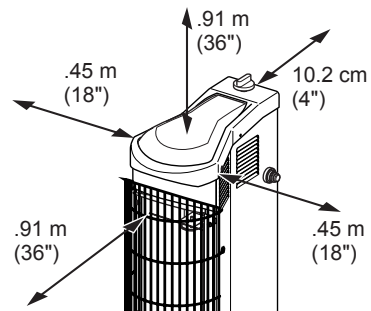

Figura 1. Distancias mínimas en relación a los combustibles
- La distancia mínima entre el calentador y los combustibles: parte posterior: 10,2 cm (4 pulgadas); laterales: 45,7 cm (18 pulgadas); partes superior y anterior: 91,4 cm (36 pulgadas), (consulte la figura 1).